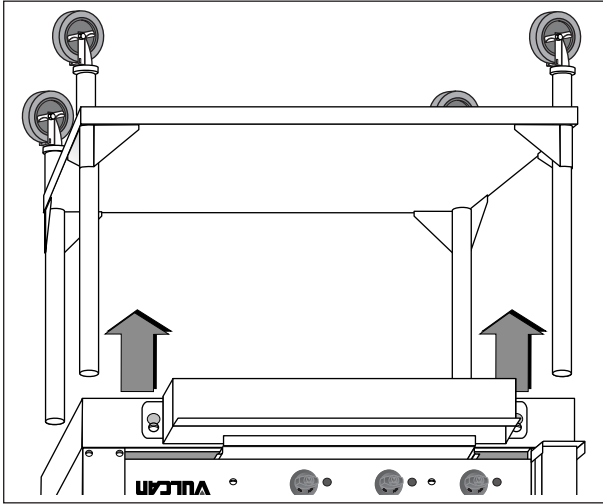

Figure 4
- 1. Abaisser le grilloir sur les quatre pattes du support en y appuyant le dessous du bâti (Fig. 4).